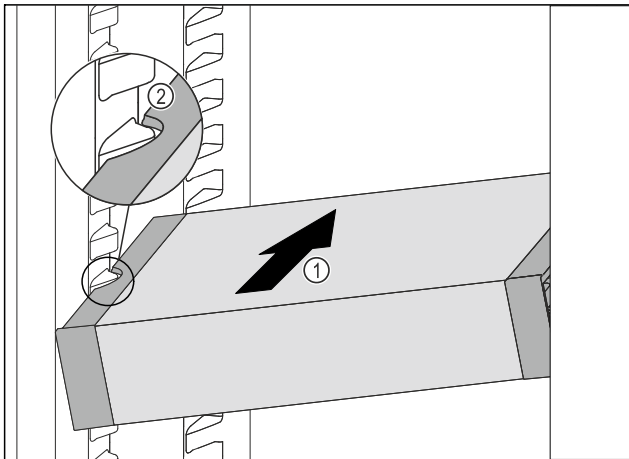

Fig. 36
- ▶ Вставити VarioSafe під кутом в охолоджувальне відділення Fig. 36 (1), доки бокові поглиблення Fig. 36 (2) VarioSafe не будуть на рівні ребра для резервуара в охолоджувальному відділенні.